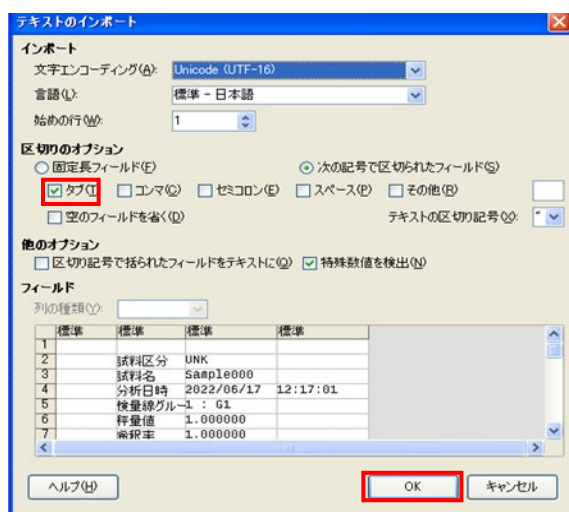

図 74
⑤ テキストのインポート「タブ」だけチェックを入れ、「OK」をクリックします。図 74